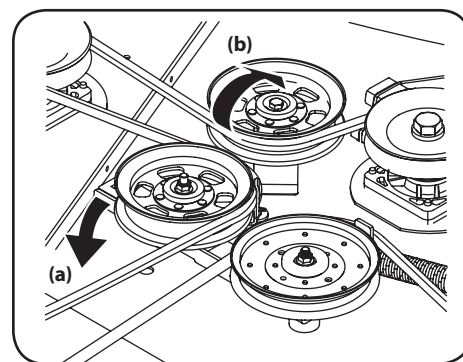

Figure 4-15
- b. Placez-vous à côté de l'appareil de façon à faire pivoter le support de la poulie de tension et la poulie de tension vers l'arrière jusqu'à ce que vous puissiez soulever la courroie en « V » (a) par-dessus la poulie de tension (b). Voir Figure 4-15.